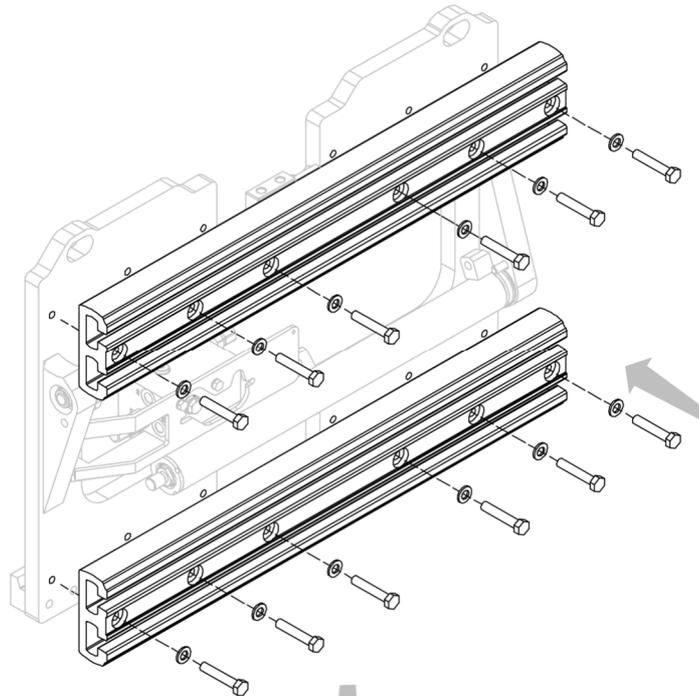

Abbildung 11
2. Installieren Sie nacheinander die Aluminiumprofile mit den entsprechenden Schrauben (siehe *Abbildung 11* und *Abbildung 12*).